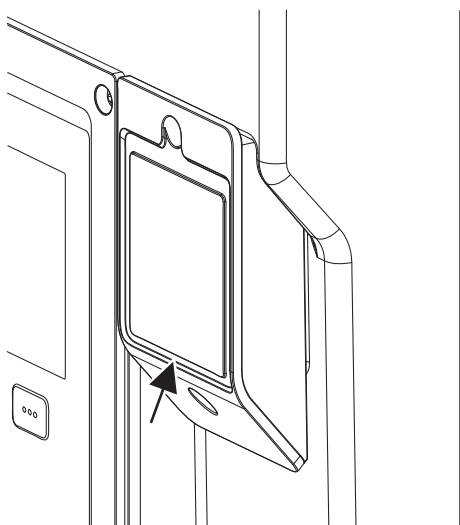

Fig. 32: Wilo-Smart Connecti mooduli BT kate
1. Keerake Wilo-Smart Connecti moodulikatte (Fig. 32) polt lahti ja avage kate.
Tulenevalt konstruktsioonist saab Wilo-Smart Connecti mooduli BT ühendada ainult ühtepidi. Rohkem moodulit ennast ei kinnitata. Elektroonikamooduli ülaosal paiknev Wilo-Smart Connecti moodulikate (Fig. 32) hoiab moodulit liideses.